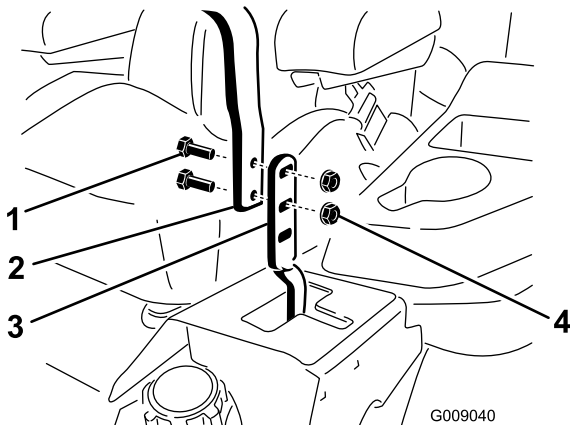

Bild 81
3. Lösen Sie die Schrauben und die Bundmuttern, die in den Hebeln installiert sind (Bild 81).